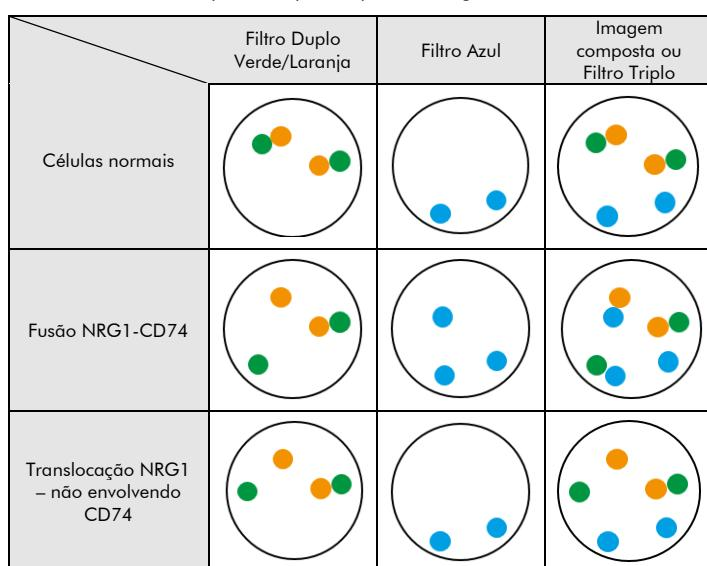

Fig. 2: Resultados esperados em núcleos normais e anormais
**Situação normal:** Em interfases de células normais ou em células sem rearranjo CD74-NRG1, são visíveis dois sinais de fusão laranja/verde e dois sinais azuis próximos aos respetivos sinais de fusão (ver Fig. 2).
**Situação anormal:** Uma fusão CD74-NRG1 é indicada por um sinal verde separado, um sinal laranja separado e um sinal azul adicional co-localizado com o sinal laranja separado. Um rearranjo NRG1 não envolvendo CD74 é indicado por sinais laranja e verdes separados sem um sinal azul adicional (ver Fig. 2).